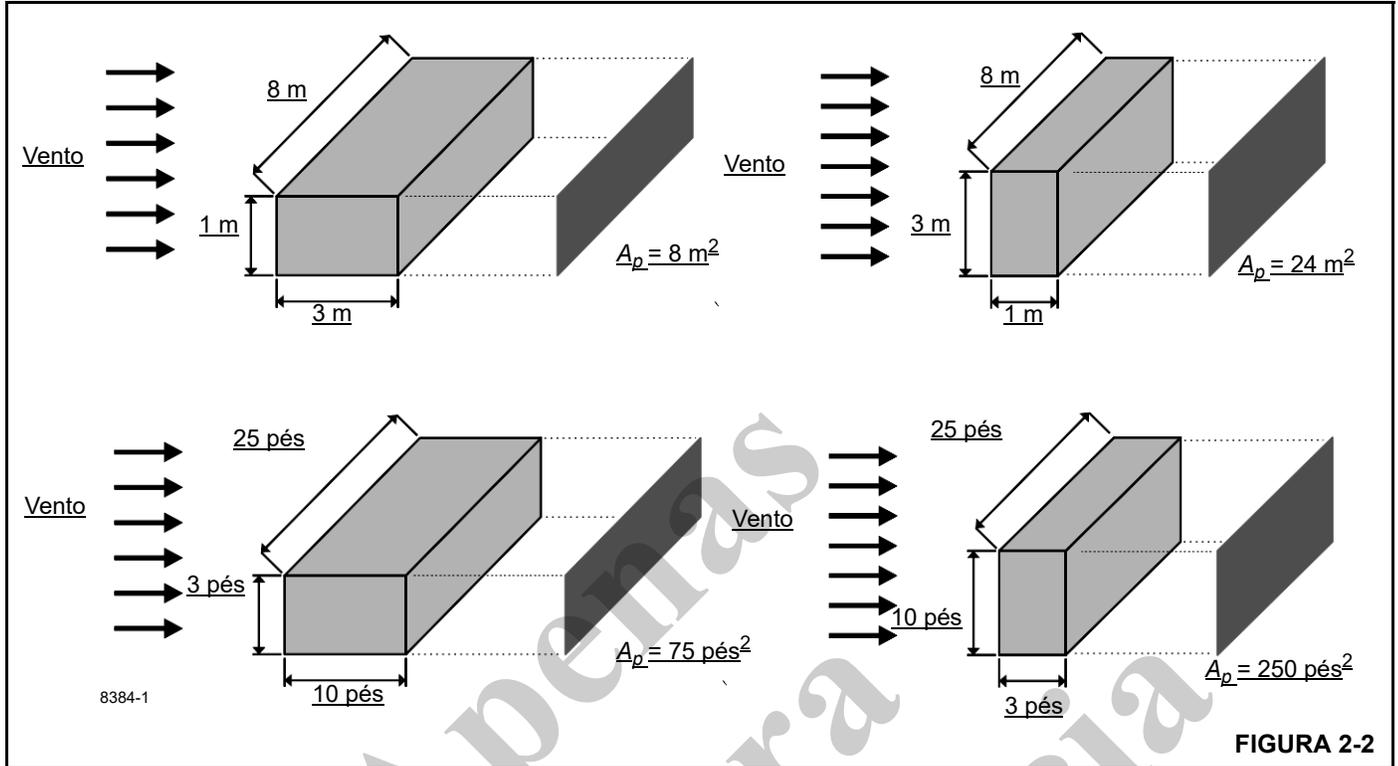

FIGURA 2-2
**Ap** é determinado usando-se o cálculo de altura máxima x comprimento máximo (consulte a Figura 2-2).